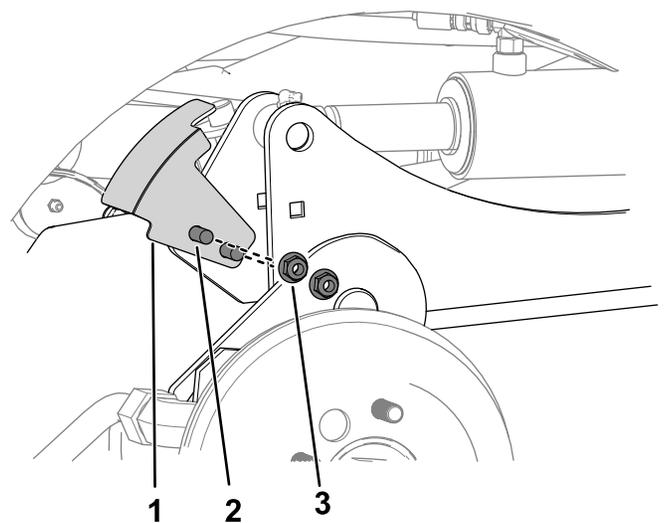

Рисунок 8
- С помощью двух каретных болтов и двух гаек ($\frac{3}{8}$ дюйма) прикрепите кронштейн датчика к правому подъемному рычагу (Рисунок 8).